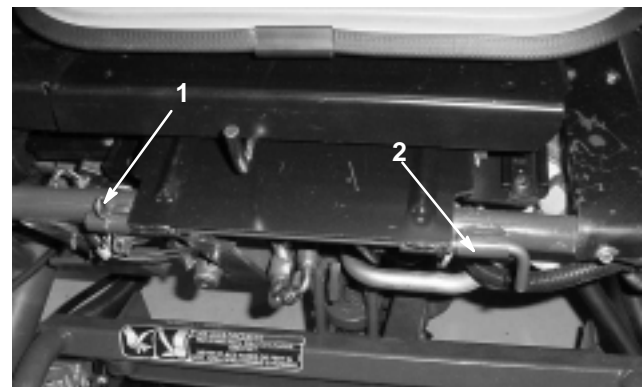

Bild 39
3. Senken Sie den Sitz ab und entfernen Sie den Splint, mit dem die Gelenkstange am Chassis befestigt ist (Bild 39).